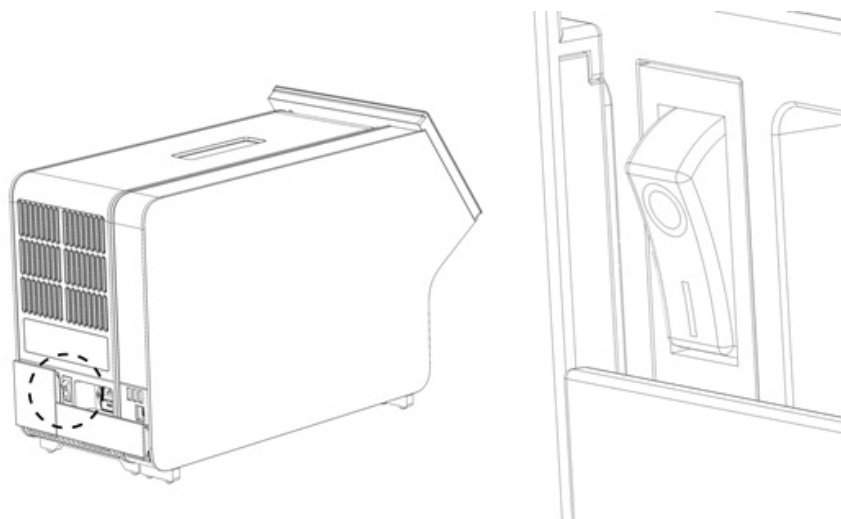

Bild 21. Identifiera strömbrytaren och växla den till I-positionen.
10. Slå på instrumentet genom att växla strömbrytaren på baksidan av den analytiska enheten till I-positionen (bild 21).